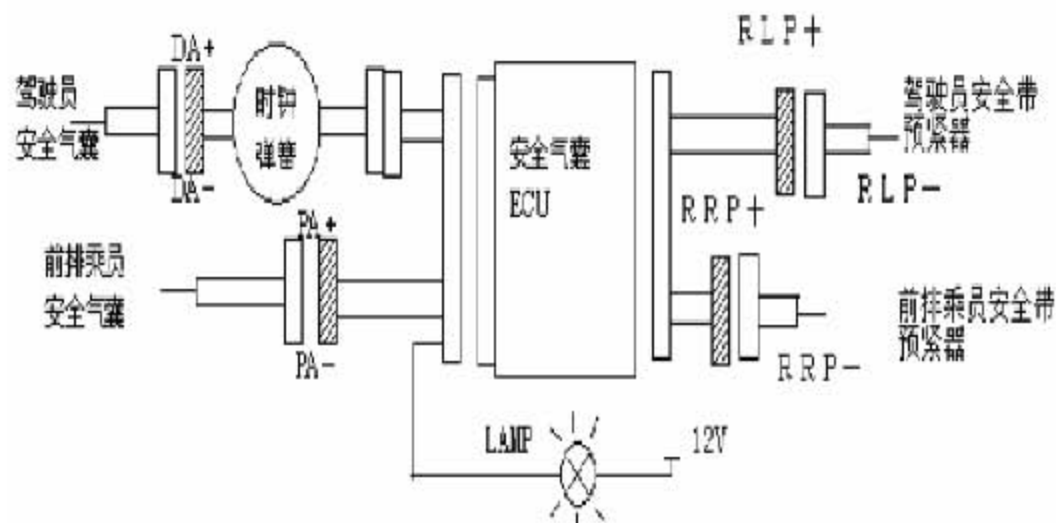

图9 断开接插件
- 断开驾驶员和前排乘员安全气囊模块接插件、安全气囊ECU 接插件。如图9 所示。